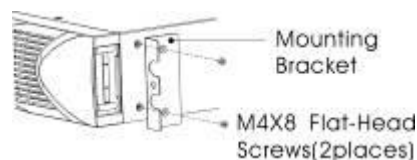

Abbildung 3: Anbringen der Montagehalterungen
- i) Richten Sie die Montagehalterungen an den Schraubenlöchern auf jeder Seite der USV aus und befestigen Sie sie mit den mitgelieferten M4×8 Flachkopfschrauben (siehe Abbildung 3).